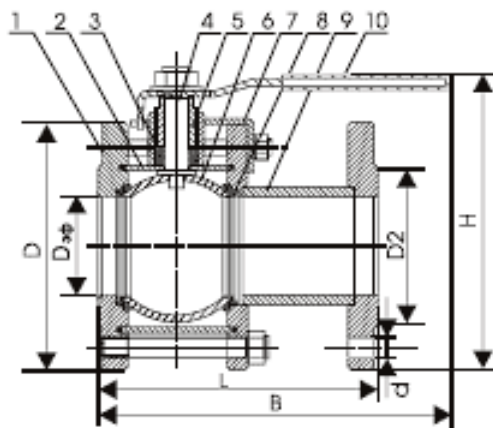

Рисунок 1
- 3.1 По типу присоединения к трубопроводу КШ выпускаются фланцевые (ф) - рисунок 1 и под приварку (п) - рисунок 2.